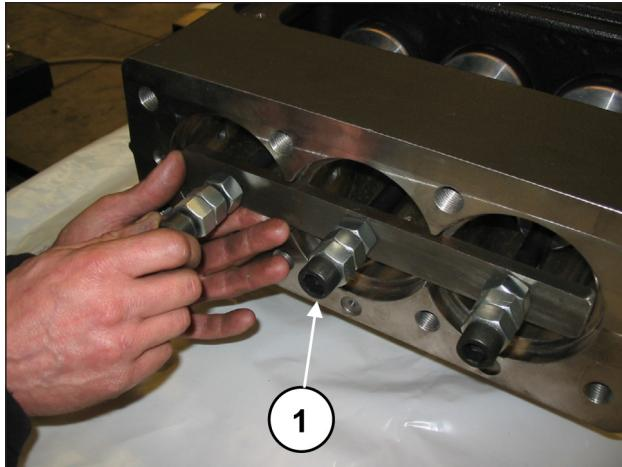
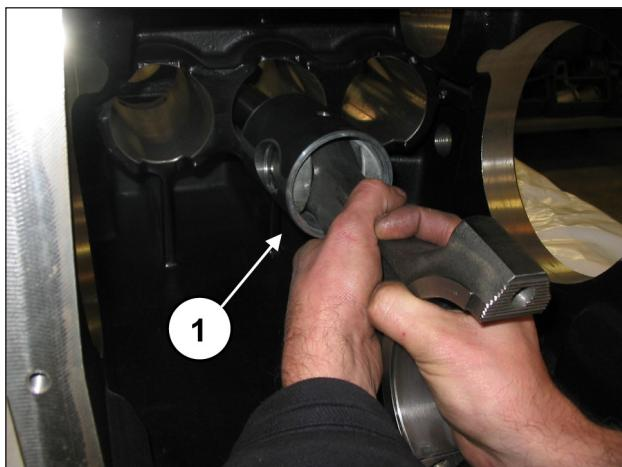

Рис. 40
Рис. 41
Открутите винты инструмента арт. 27566200, чтобы разблокировать шатуны (поз. ①, Рис. 40), а затем извлеките шатуны с направляющими поршня из заднего отверстия картера (поз. ①, Рис. 41).
Убедившись в полной чистоте картера, вставьте половинку шатуна с направляющей поршня в гильзы картера (поз. ①, Рис. 41).
Заденьте все три узла с помощью специального инструмента, арт. 27566200 (поз. ①, Рис. 40).
Снимите инструмент для блокировки шатунов арт. 27566200 (поз. ①, Рис. 40) и сдвиньте шатуны назад до соприкосновения с коленчатым валом.
Зафиксируйте все три узла шатунов с помощью специального инструмента, арт. 27566200 (поз. ①, Рис. 40).